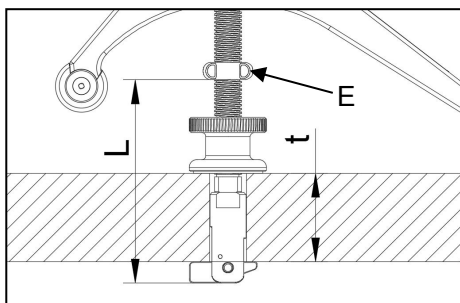

图 5
2. 松开限位块“E”上的两颗紧定螺钉，调限位块“E”的位置，使限位块“E”距压紧器底部的距离 $L = t + 55\text{mm}$ ($t + 2\frac{3}{16}"$)，然后拧紧“E”上的紧定螺钉（如图 5 所示）。